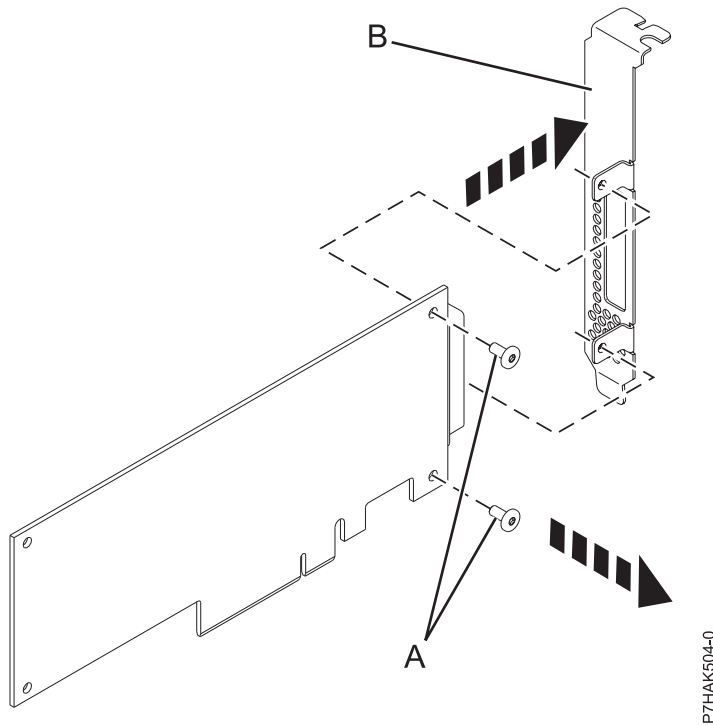

Abbildung 38. Den langen Adapterkassettenhalter aus dem neuen PCIe-Adapter ausbauen
8. Entfernen Sie mit einem Kreuzschlitz-Schraubendreher die beiden Sicherungsschrauben (A), mit denen der lange Haltesteg (B) am neuen PCIe-Adapter befestigt ist, wie in Abb. 38 auf Seite 65 dargestellt.